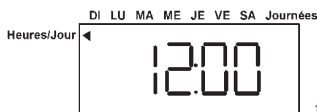

fig.10
- 2) Avec les touches **↓↑** parcourez l'horloge pour visualiser l'heure courante (fig. 10).